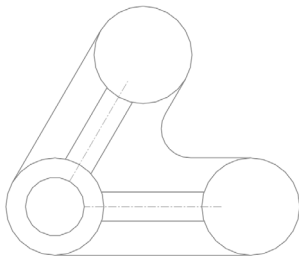

图 3-39 打开素材模型
(1) 单击常用工具栏中的【打开】按钮，打开一幅素材模型，如图 3-39 所示。